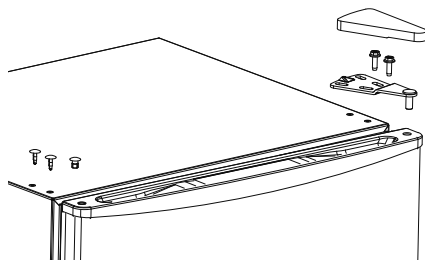

Fig. 3
- ▶ Allentare le due viti della cerniera superiore (1) con un cacciavite a croce (vedere la **fig. 3**) e rimuovere la cerniera.
- ▶ Mettere da parte le rondelle della cerniera superiore in modo che non vadano perse. Sono necessarie per reinstallare la porta del vano congelatore (2).
- ▶ Rimuovere la copertura dei fori per le viti sul lato sinistro, ad esempio con l'aiuto di un cacciavite a taglio (vedere la **Fig. 3**).
- ▶ Togliere il tappo cieco del perno della cerniera dal lato sinistro della porta del vano congelatore (2) e inserirlo nel foro sul lato destro (vedere la **fig. 3**).
- ▶ Sollevare la porta del vano congelatore (2) dalla cerniera inferiore e riportarla di lato.